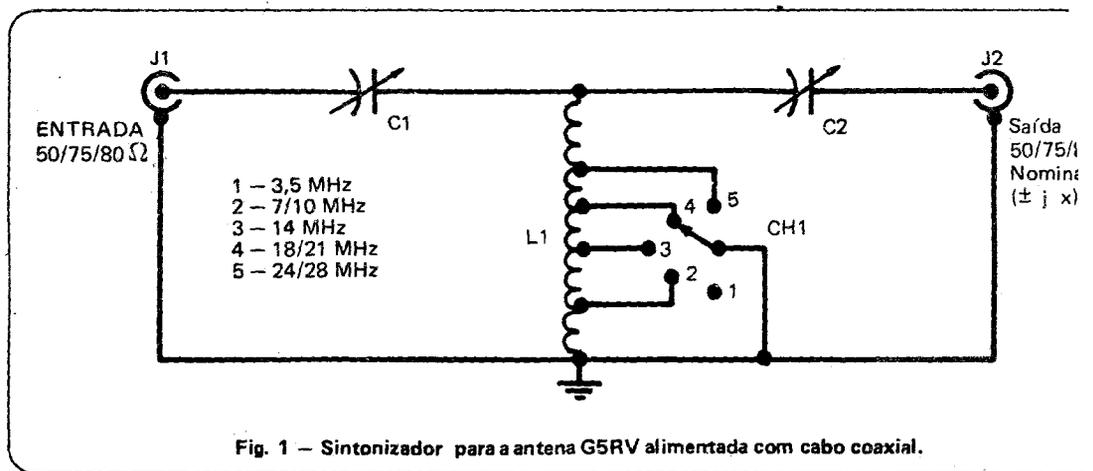

Fig. 1 — Sintonizador para a antena G5RV alimentada com cabo coaxial.
Como vimos, se ligarmos uma antena de 100 ohms a uma linha de descida (no exemplo cabo coaxial de 50 ohms), à medida que fomos aumentando o comprimento dessa linha iremos diminuindo o valor da impedância que aparece na outra ponta, até que, quando o comprimento for de 1/4 de onda, encontraremos 25 ohms. A partir daí, se continuarmos a aumentar o comprimento do cabo, a impedância começará a aumentar até chegar novamente aos 100 ohms, o que ocorrerá quando o cabo tiver dois quartos de onda, ou seja 1/2 onda. Aumentando ainda mais, a impedância voltará a diminuir e chegará outra vez aos 25 ohms quando o comprimento do cabo for de 3/4 de onda, chegando mais uma vez aos 100 ohms, ao "esticarmos" o cabo até 4/4 de onda, equivalente a duas vezes meia onda, ou seja, uma onda completa. A Fig. 1 ilustra bem este fato.
Fig. 1 — Este gráfico — derivado da equação (1) apresentada no texto demonstra por que muitos pensam ser possível “ajustar a estacionária” do sistema de antena mediante “ajustes” no comprimento da linha de alimentação. Nela está ilustrado o comportamento de uma linha utilizando cabo coaxial com impedância característica de 50 ohms, terminada com uma carga resistiva de 100 ohms, e, conseqüentemente, “descasada” com o cabo. Observa-se que a impedância refletida (z) na outra extremidade do cabo varia entre um máximo de 100 e um mínimo de 25 ohms, dependendo do comprimento em que for “cortado”. Assim, se o cortarmos em 1/8 ou em 3/8 de onda, a impedância refletida será de 50 ohms — ou seja, a apropriada para a maioria dos transmissores. Todavia, na realidade, a carga (ou antena) de 100 ohms, continuará descasada de 2:1 em relação ao cabo, embora um refletômetro intercalado, na outra extremidade, entre a linha e o transmissor, irá indicar r.o.e. aparentemente “ideal” de 1:1. Observações: 1) se a linha de transmissão for terminada com carga idêntica à sua impedância característica de 50 ohms, em qualquer ponto da extensão da linha a impedância refletida será dos mesmos 50 ohms — ou seja, um casamento perfeito entre a carga (antena), a linha e o transmissor; 2) nos pontos em que a linha tiver comprimento igual a múltiplos pares de 1/4 de onda (1/2 onda, 1/1 onda etc.), a impedância refletida será sempre idêntica àquela apresentada pela carga; isto explica por que, durante ajustes de antenas, é conveniente utilizar linha com comprimento que seja múltiplo par de 1/4 de onda, pois o que se ler “cá em baixo” será exatamente o valor que estiver “lá em cima”.